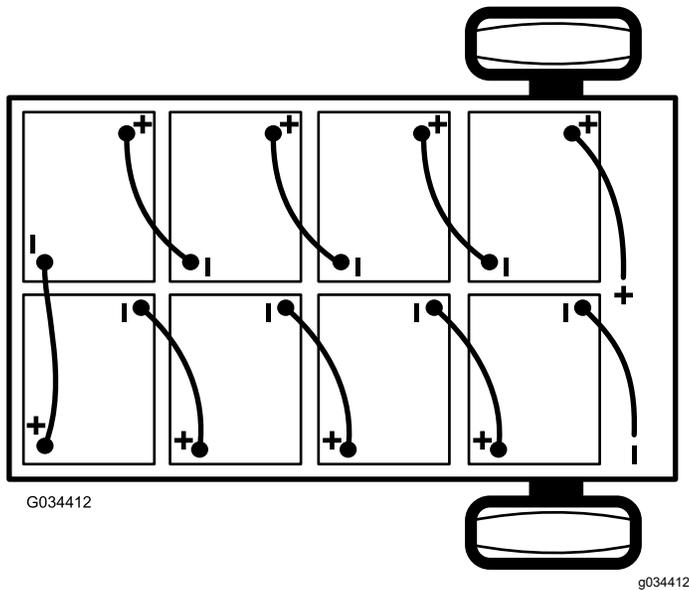

Bild 38
2. Schließen Sie das Hauptminuskabel (schwarz) ab, mit dem die Batterien an der Erdungsstelle der Maschine angeschlossen sind (Bild 38).
- Schließen Sie das Hauptpluskabel (rot) der Batterie ab, mit dem die Bank der Batterien am Hauptanschluss der Maschine angeschlossen ist (Bild 38).
Hinweis: Achten Sie auf die Batteriepolartität, wenn Sie neue Batterien einsetzen (Bild 38).
- Schließen Sie die Batterien mit den Batterieverbindingkabeln, die Sie in Schritt 1 entfernt haben, zusammen, wie in Bild 38 abgebildet.
- Schließen Sie das Hauptpluskabel (rot) der Batterie zwischen der Bank der Batterien und der Maschine an (Bild 38).
- Schließen Sie das Hauptminuskabel (schwarz) zwischen den Batterien und der Maschine an (Bild 38).